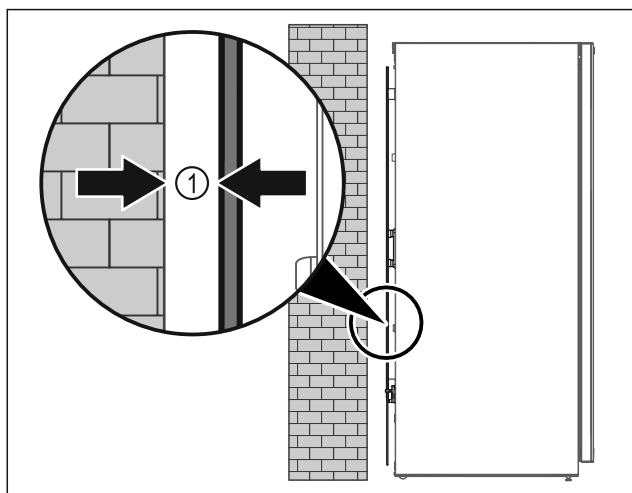

Fig. 6
- ▶ Ställ upp apparaten fritt i rummet eller direkt mot en vägg med ett minimiavstånd på 5 mm Fig. 6 (1) från väggen.